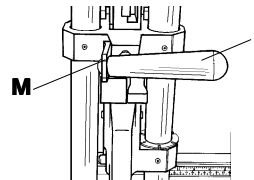

Figure 13
The **HARDBOARD HANDLE (L)** and **HANDLE BRACKET (M)** are shipped in the box with the **PILLAR POSTS**. Install them to the head as shown in **Figure 13** with the screws and washers provided.
Der **HARTFASERPLATTENGRIFF (L)** und die **GRIFFHALTERUNG (M)** werden zusammen mit den Haltern in einem Karton geliefert. Wie in **Abbildung 13** gezeigt befestigen Sie diese mit den mitgelieferten Schrauben und Unterlegscheiben am Schneidekopf.
La **POIGNÉE POUR LA COUPE DE L'ISOREL (L)** et la **BRIDE DE LA POIGNÉE (M)** sont expédiées dans le carton contenant les **OUTILS**. Installez-les sur la tête comme il est illustré dans la **Figure 13**, à l'aide des vis et des rondelles fournies.